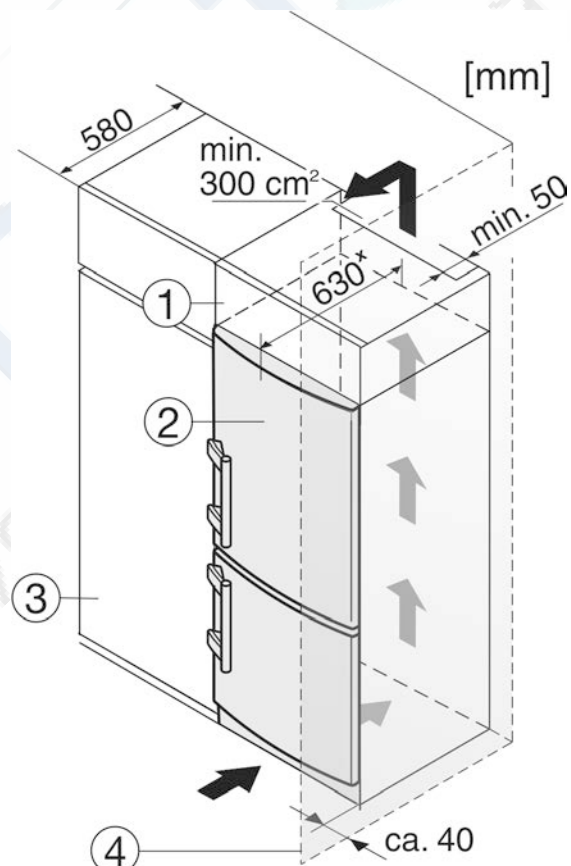

Fig. 12
Устройство может быть окружено предметами кухонной обстановки. Чтобы уравнивать устройство *Fig. 12 (2)* по высоте с кухонной стенкой, можно установить над устройством соответствующий дополнительный шкафчик *Fig. 12 (1)*.
При комбинировании с кухонными шкафами (глубина макс. 580 мм) устройство можно установить непосредственно рядом с кухонным шкафом *Fig. 12 (3)*. Устройство выступает сбоку на 34 мм* и по центру на 50 мм* относительно передней стенки кухонного шкафа.
Если устройство установлено на шарнирах у стены *Fig. 12 (4)*, то расстояние между устройством и стеной должно быть не менее 40 мм. Настолько выступает ручка при открытой двери.